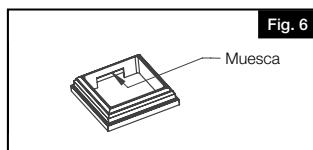

Fig. 6
- Faire une encoche sur la paroi intérieure des 2 jupes de poteau (non fournies) comme indiqué. Ceci est nécessaire pour le dégagement des têtes de vis aux étapes 14 et 15 ci-dessous (Fig. 6).
- Corte una muesca en la pared interior de los (2) faldones de poste (no proporcionados) como se muestra. Esto es necesario para que quede espacio para la cabeza del tornillo en los pasos 14 y 15 (Fig. 6).